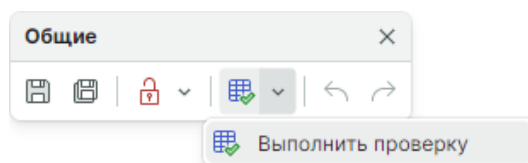

Рис. 16 Запуск проверки компонента
8. Выполните проверку компонента, см. Рис. 16.